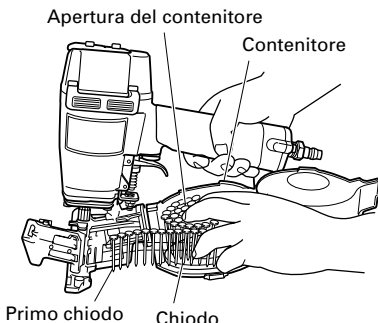

Fig. 3
- (3) Inserire la bobina di chiodi nel contenitore. Inserire il primo chiodo nell'apertura del contenitore. (Fig.3)